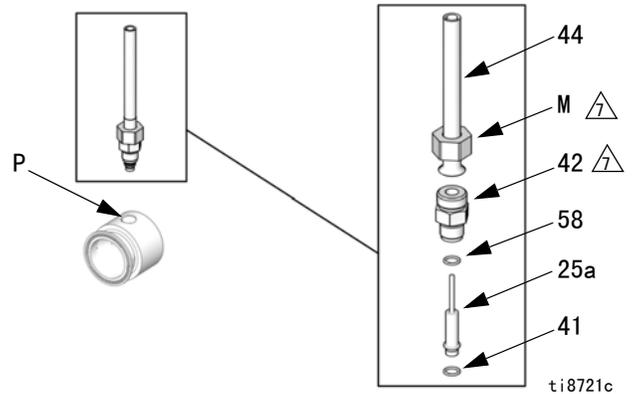

图 12. 压力传感器
11. 参见图 12。松开传感器导管 (44) 上的螺母 (M)，并从传感器端口 (P) 拧下转换接头 (42)。从端口上卸下传感器 (25a)。
13. 参见图 12。将新的黑色 O 形圈 (41) 和新的黄铜隔圈 (58) 安装到传感器 (25a) 上。
16. 参见图 12。将传感器插入传感器端口 (P)。用 15-20 英尺磅 (21-27 牛·米) 的扭力先拧紧转换接头 (42)，然后拧紧螺母 (M)。